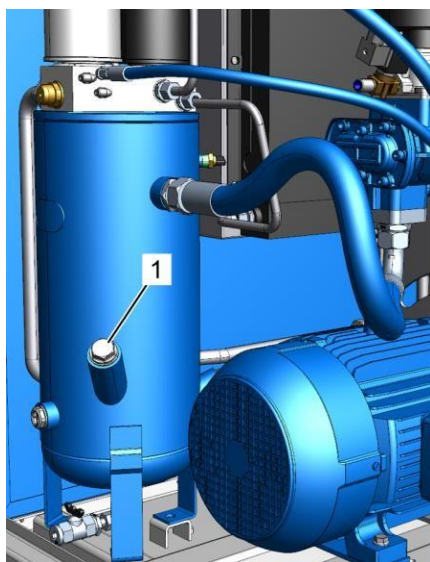

Рис. 43: Резьбовая пробка наливного отверстия
5. Отверните резьбовую пробку наливного отверстия (Рис. 43/1), извлеките ее и проследите за тем, чтобы не потерялось уплотнительное кольцо.